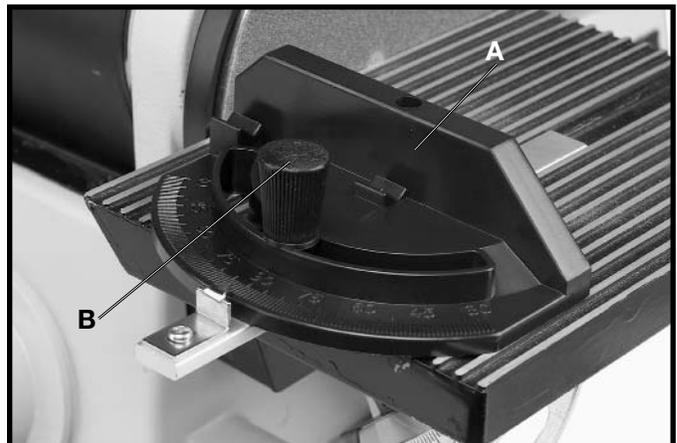

Fig. 35
Un guide d'onglet (A) fig. 35 est fourni avec votre machine. Celui-ci s'utilise avec la table du disque de ponçage. Le corps du guide d'onglet (A) peut être tourné à droite ou à gauche pour le ponçage en angle ou en onglet. Pour ce faire, desserrez le bouton de verrouillage (B), tournez le corps du guide d'onglet à l'angle voulu et resserrez le bouton de verrouillage (B).